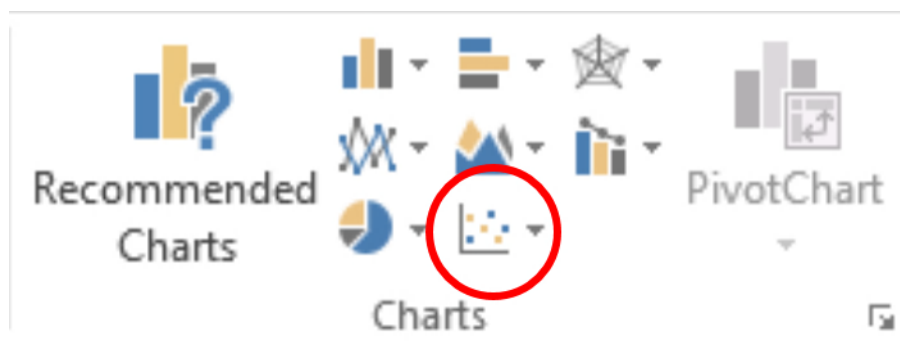

図 7 “Insert Scatter” (散布図の挿入) アイコンの位置
- 2) 吸光度が最大値を取る前のデータを無視し, 列 A および B のそれ以降の部分を選択し, データをプロットせよ。図 7 に示した”Insert Scatter” (散布図の挿入) アイコンを用いよ。